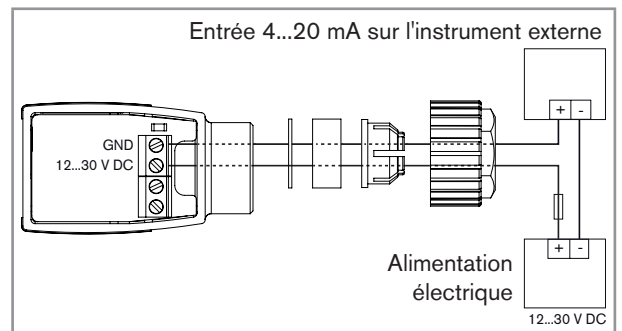

Fig. 2 : Appareil avec presse-étoupe – raccordement de la sortie courant
- Raccorder la sortie courant 4...20 mA. Se reporter à Fig. 2.